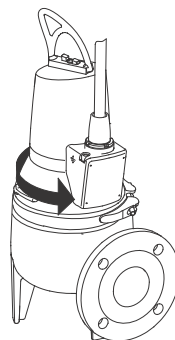

Fig. 11 Pumpens rykke-retning
3. Hvis pumpen er forbundet korrekt, vil den give et ryk i modsat retning af omdrejningsretningen. Se fig. 11.